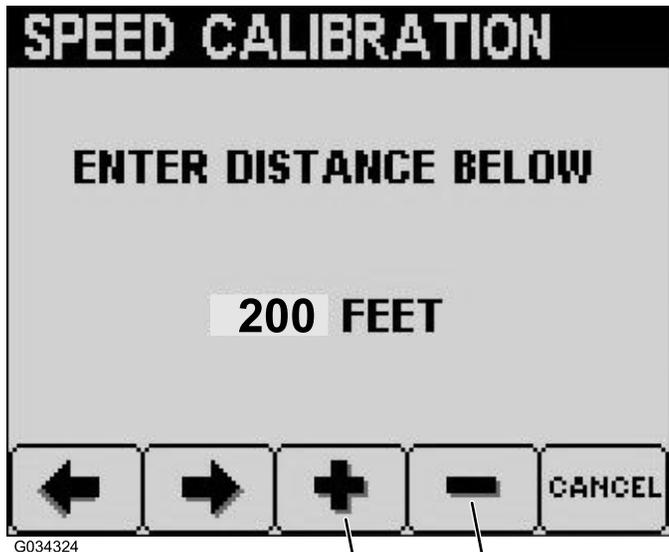

Рисунок 32
7. Нажимайте кнопку 3, чтобы увеличить нужное расстояние, или кнопку 4, чтобы уменьшить его (Рисунок 32).